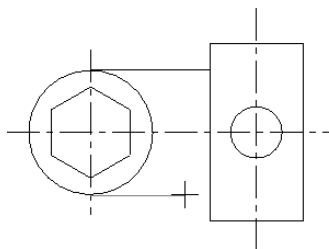

图 3-66 指定切点
③ 根据系统提示，选择视图左侧的圆，并移动光标捕捉圆的一个等分点作为切点，单击鼠标左键，如图 3-66 所示。